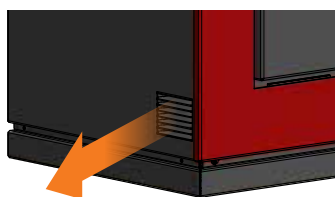

Fig. 21
24.1 LA STUFA La stufa è dotata di n°2 ventilatori centrifughi adatti a canalizzare l'aria in ambienti limitrofi. Di serie l'aria fuoriesce dalle griglie poste lateralmente con un flusso d'aria di 45 ° rispetto al frontale. (Fig. 21)